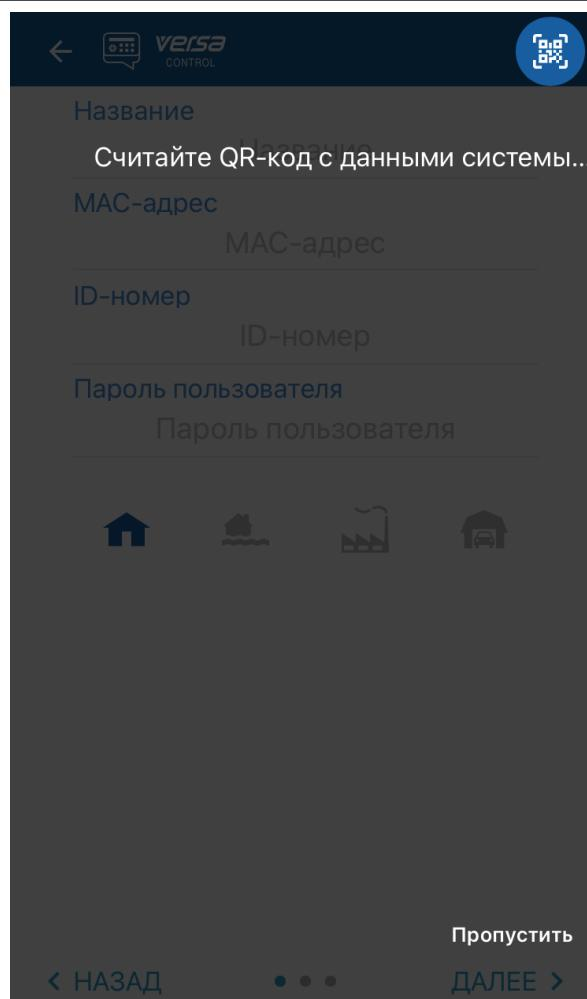

Рис. 8. Приложение VERSA CONTROL (iOS): самоучитель.
3. Отобразится самоучитель (рис. 8). Коснитесь «Пропустить», чтобы пропустить его.